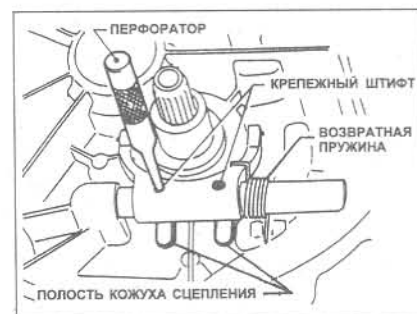

Рис. 5.13 Выбивание крепежных шпонок вилки выключения - модели 1.6 литра (Глава 13)
- 4 Вращайте выжимной вал, выбейте штифт вилки наружу молотком и бородком с тонким жалом (см. рис. 5.13).
8 Вставьте вал полностью в нижний подшипник, затем вращая вал, выровняйте отверстия вилки выключения с посадочными местами на валу и вставьте вилку на место, надев на штифты. Пosaдите возвратную пружину, как показано на Рис. 5.13.